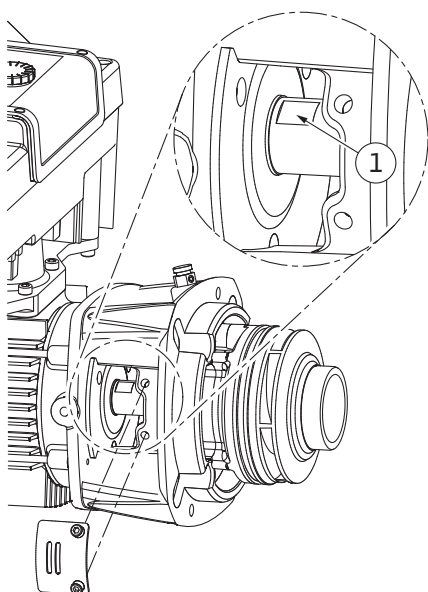

Fig. 100: Méplats sur l'arbre
14. Engager une clé plate (de 22 mm) dans le regard de la lanterne et maintenir l'arbre au niveau des méplats (Fig. 100, pos. 1). Dévisser l'écrou de blocage de roue (Fig. I, pos. 22). La roue (Fig. I, pos. 21) sort automatiquement de l'arbre.
15. Démontez la cale d'épaisseur (Fig. I, pos. 20).
3. Engager une clé plate (de 22 mm) dans le regard de la lanterne et maintenir l'arbre au niveau des méplats (Fig. 100, pos. 1).